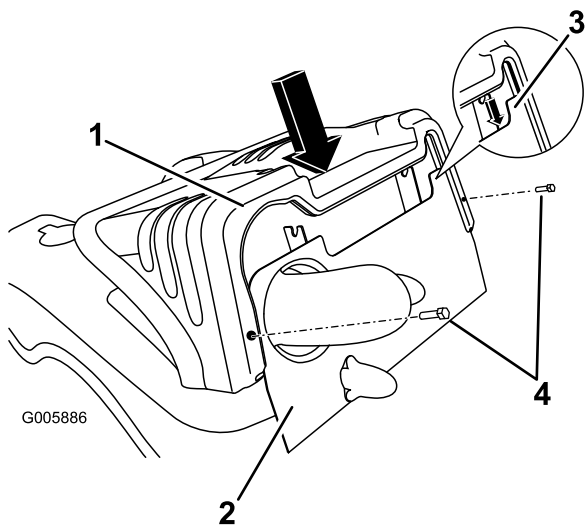

Figura 29
1. Per montare il cofano allineate l'intaglio del cofano con il telaio, e abbassate con cautela il cofano sul telaio (Figura 29). Prima di premere il cofano del motore, verificate che il telaio sia inserito correttamente nell'intaglio presente sul cofano. Premete con cautela per inserire il perno di fissaggio. Sostituite i dispositivi di bloccaggio rimossi in precedenza.